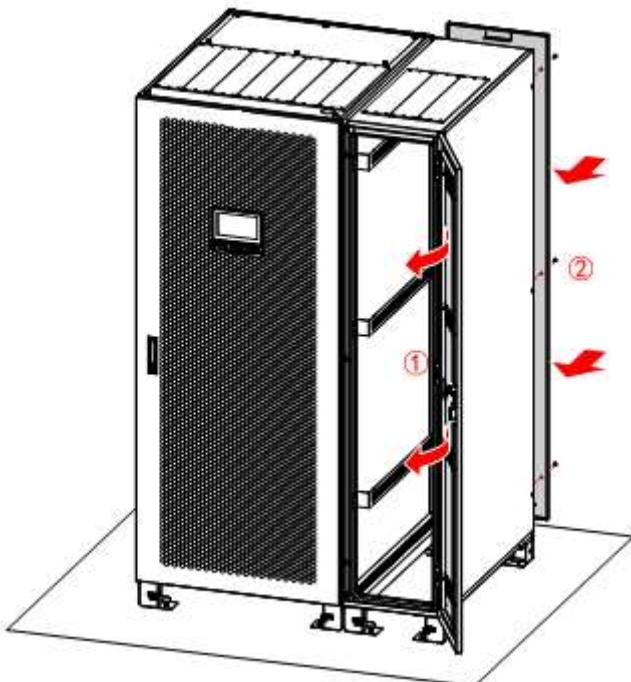

Рисунок 3-22. Закрывание двери и установка задней стенки секции нижнего подвода кабелей
**Шаг 5** Закройте дверь кабеля и установите на место заднюю стенку секции нижнего подвода как показано на рис. 3-22.